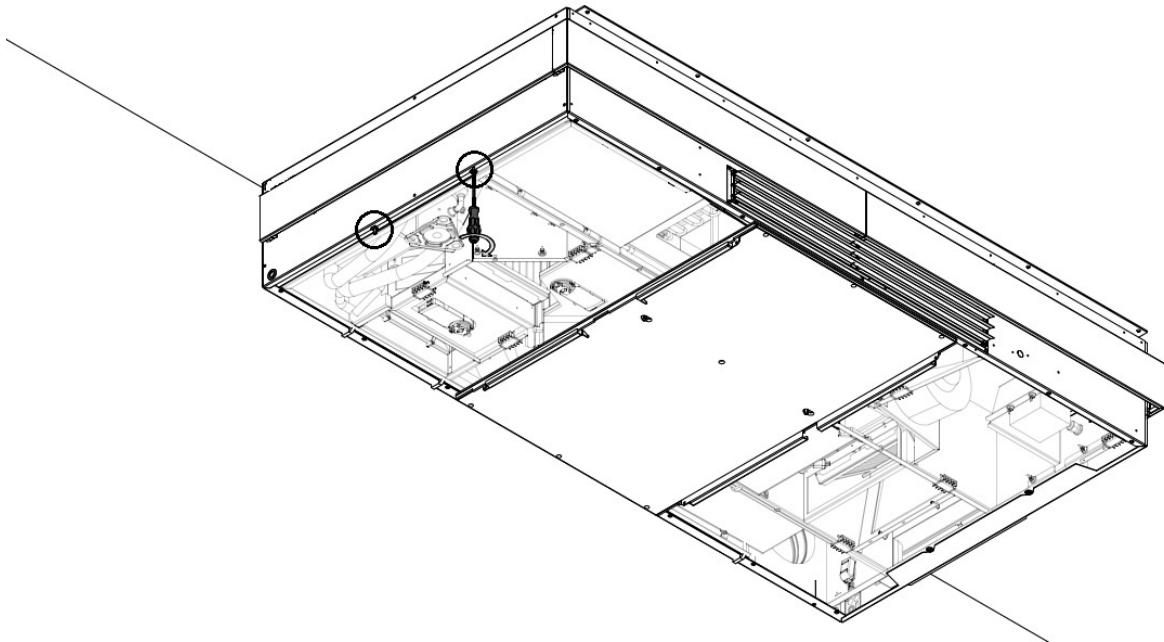

Abbildung 37: Einschrauben von zwei lange Schrauben in den linken Rahmen
5. Schrauben Sie zwei der langen Schrauben in den Rahmen auf der linken Seite, siehe Abbildung 37. Denken Sie daran, dass zwischen dem Rahmen und dem Schraubenkopf mindestens 10 mm für das Schlüsselloch verbleiben müssen.